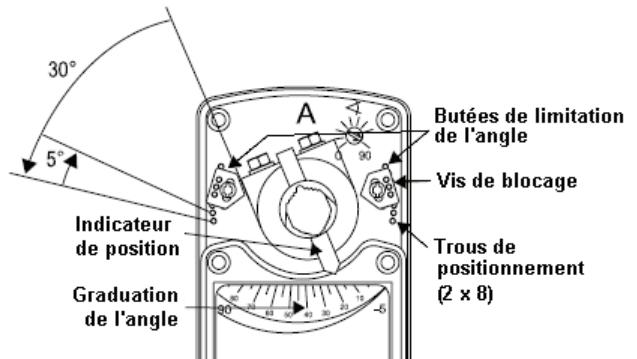

Figure 11 : Placement des butées
La course des servomoteurs M9220 peut être limitée mécaniquement en utilisant un jeu de butées M9220-603, à commander séparément. L'angle peut ainsi être réduit de deux fois 30°, de 5 à 30° d'un côté et de 85 à 60° de l'autre, par incrément de 5° (voir Figure 11). Par défaut, en l'absence de butée, l'angle de rotation est de 90°.
1. Placez la butée de limitation d'angle au cran souhaité (voir Figure 11).